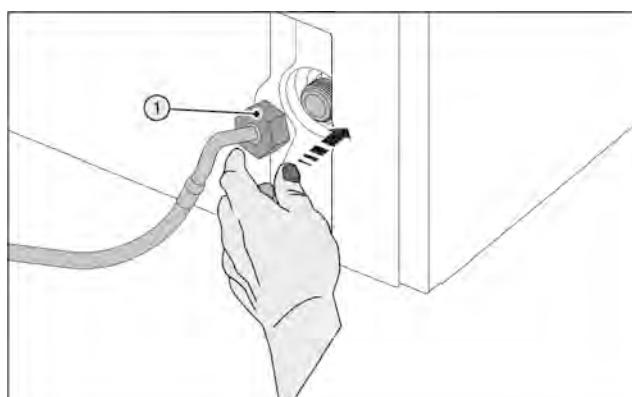

Fig. 24
- Осторожно одеть гайку Fig. 24 (1) и навинтить прямо на резьбу.
- Осторожно одеть гайку Fig. 24 (1) и накрутить на резьбу двумя пальцами до обеспечения надежной крепкой посадки.
- Вспомогательный инструмент (5) использовать только при комнатной температуре.
- Затяните гайку Fig. 24 (1) с помощью вспомогательного инструмента (5) по часовой стрелке, пока не будет достигнут максимальный момент затяжки и вспомогательный инструмент (5) начнет прокручиваться.